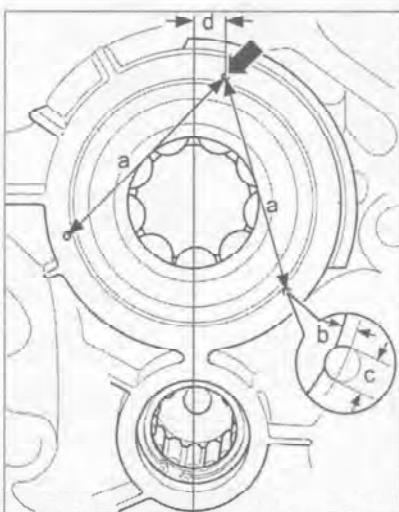

Рис. 7.233. Установка защитной пластины при замене крышки коробки передач.
16. Осуществите 1-ю зачеканку (стрелка) на расстоянии $d = 10$ мм от соединительной линии осей валов (рис. 7.233).